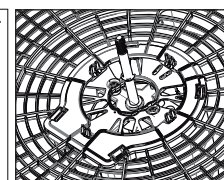

Figura 04
5. Pressionar a região central da Grade Traseira contra as travas do motor até ouvir um "clique" (Ver figura 04).